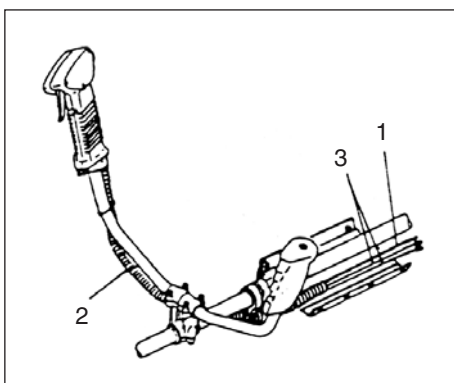

Fig. 1-3
Passos os cabos de travamento (3) e do acelerador (1) pela manga de protecção (2). Desenganche então o tapete de apoio e envolva os cabos de travamento e o cabo do acelerador (1) inseridos na manga (Fig. 1-3).